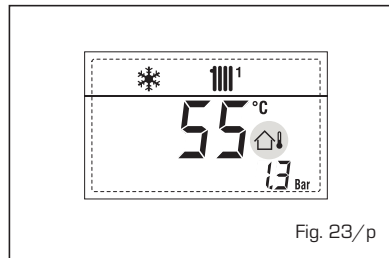

Fig. 23/p
- **INTERVENCIÓN TERMOSTATO DE SEGURIDAD PRIMERA ZONA MEZCLADA "ALL 20" (fig. 23/q)**